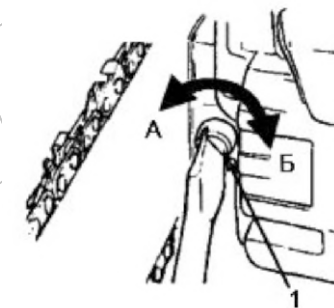

Рис. 9
2. Послабьте прижимную крышку шины: Т-образным ключом 13x19 мм поверните две крепежные гайки прижимной крышки против хода часовой стрелки на один оборот. Если зазор между направляющей цепи и шиной не соответствует показателю 1-3 мм, плавно поверните отверткой регулировочный винт натяжения цепи (1) в направлении стрелки «А» или «Б» (см. рис. 9), чтобы ослабить или натянуть цепь.